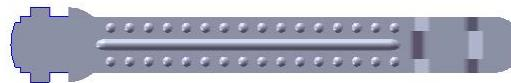

图 15.3.40 薄片 1
Step10. 创建图 15.3.40 所示的钣金特征——薄片 1。
(1) 选择命令。选择下拉菜单 **插入(I)** → **钣金(H)** → **基体法兰(A)...** 命令(或单击“钣金”工具栏上的“基体法兰/薄片”按钮 )。